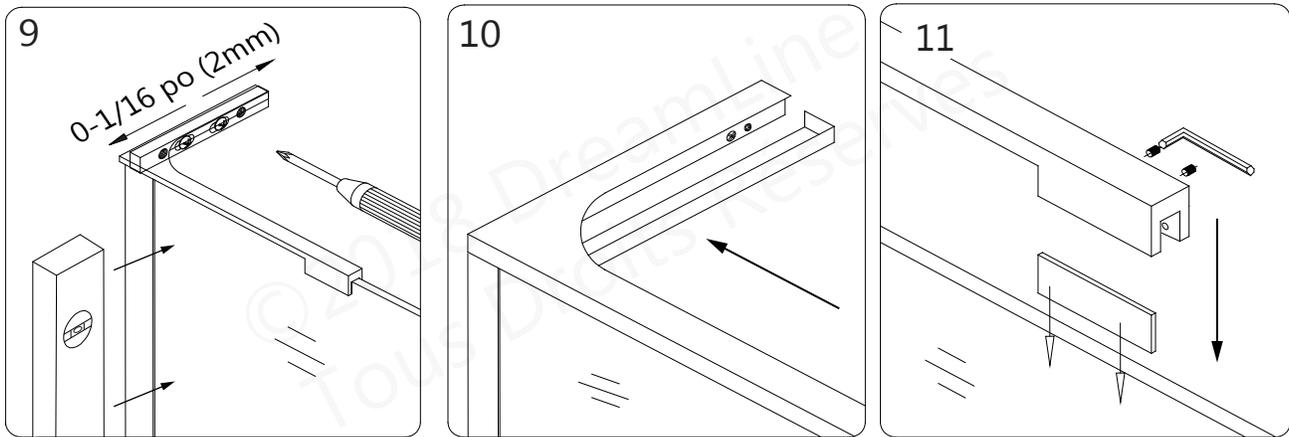
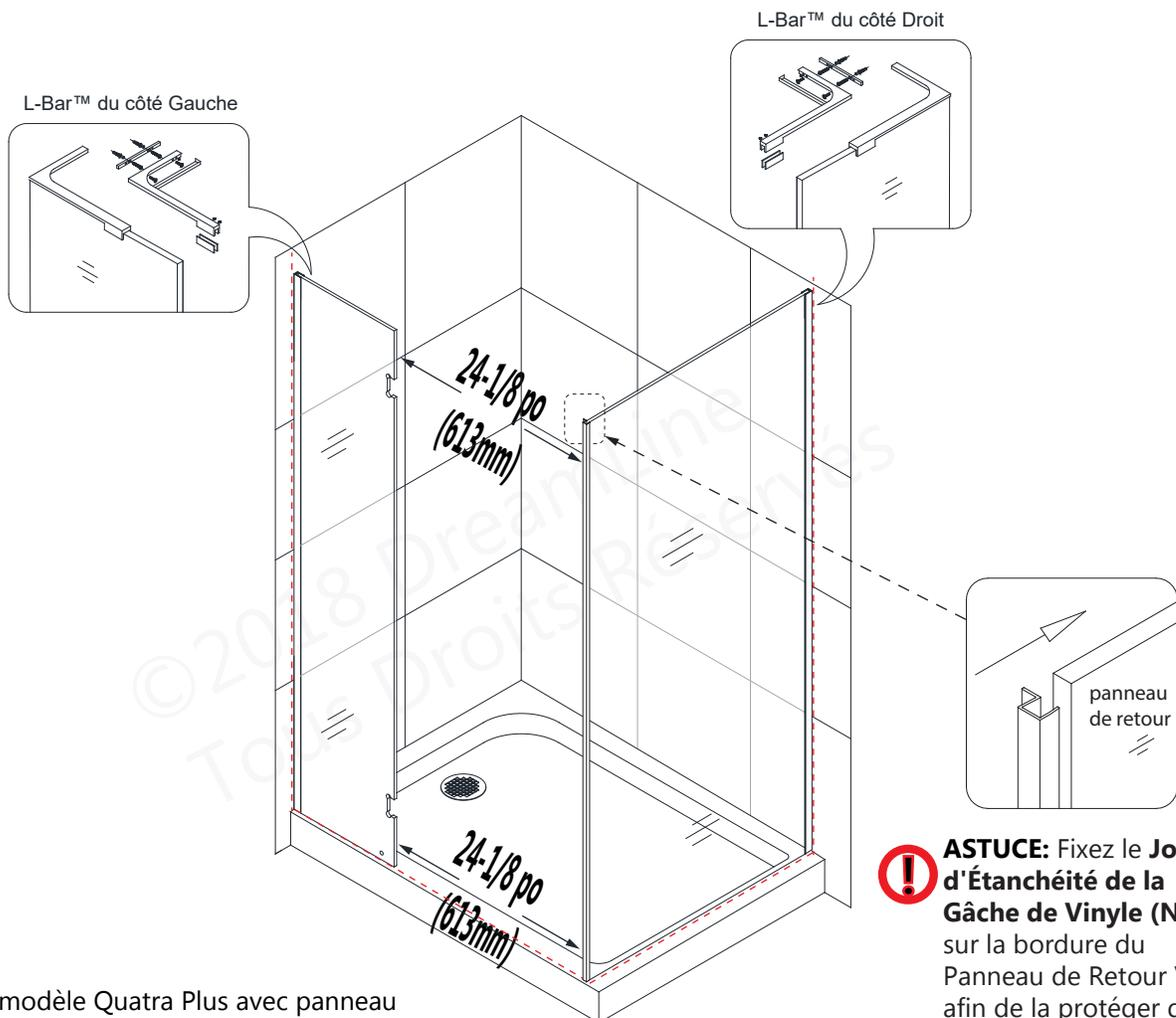

Fig 8
Fig 8a
8. Ajustez l'aplomb du **Panneau Vitré Fixe (N° 01)** et serrez les vis. Posez le **Capot Décoratif (N° 15.4)**. Fixez le **L-Bar™ (N° 15.3)** sur le dessus du **Panneau Vitré avec Charnière (N° 01)** à l'aide du joint statique transparent et des vis de pression à pointe de caoutchouc. Ne vissez pas trop fort! (**Fig 8.10 and Fig 8.11**) Répétez ces étapes pour installer le **L-Bar™ côté-Droit (N° 04)** sur le **Panneau de Retour Vitré (N° 03)**. (**Fig 8 and Fig 8a**)